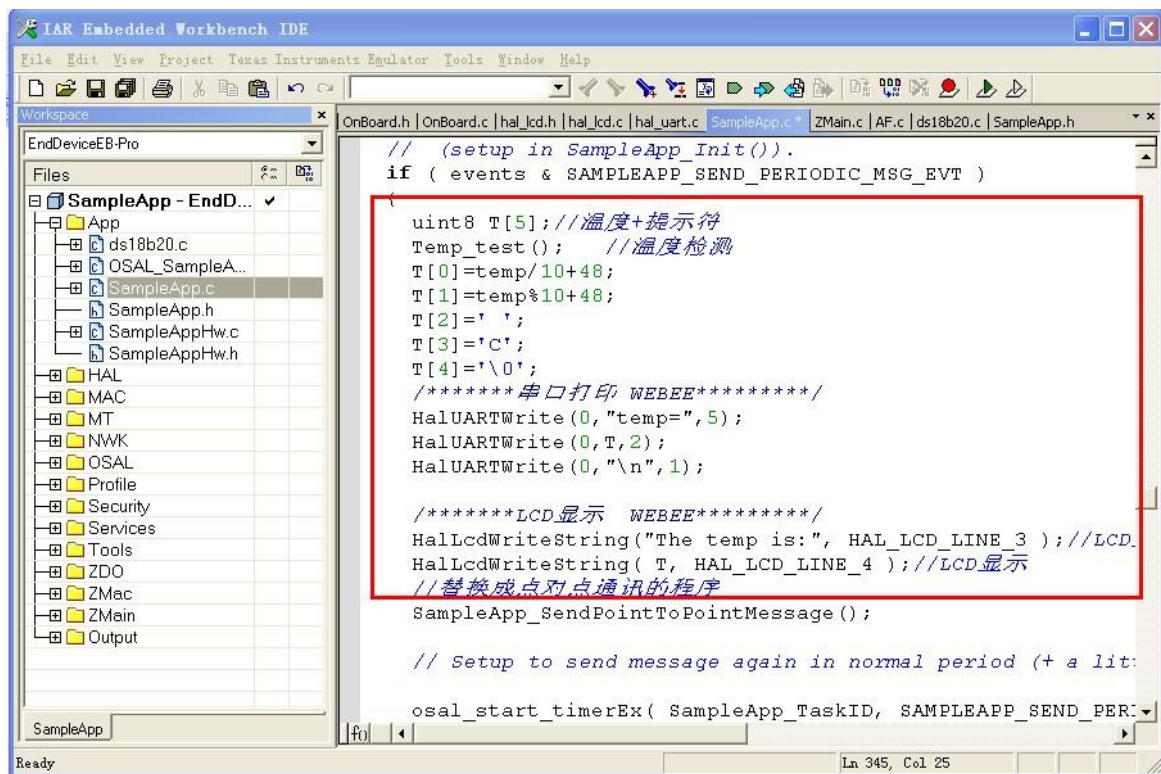

图 3.104
4) 借用周期性点播函数，1s 读取温度传感器 1 次，通过液晶显示和串口打印并点对点发送给协调器 。代码如下，如图 3.104 所示：